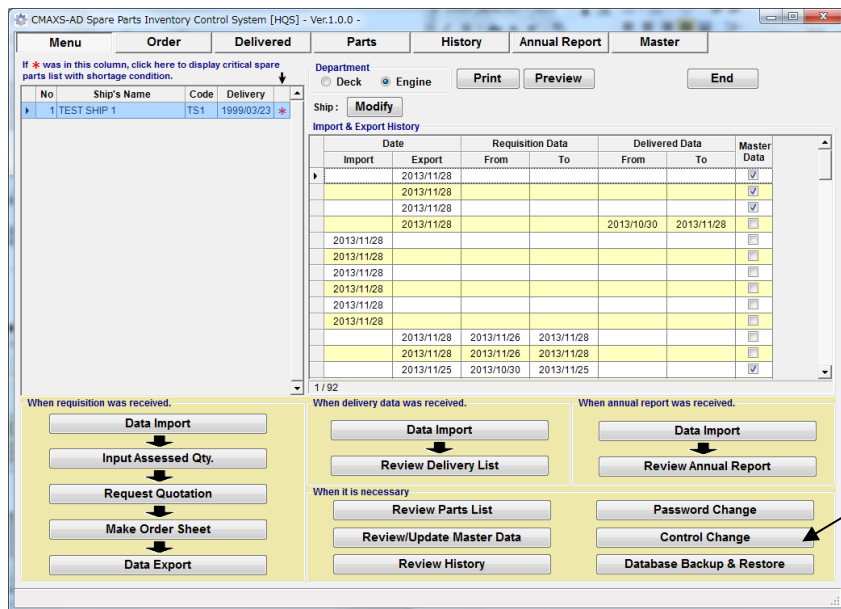

図 17-1 Menu 画面
- (1) "Menu 画面" (図 17-1)上の[Control Change] ボタンを選択すると